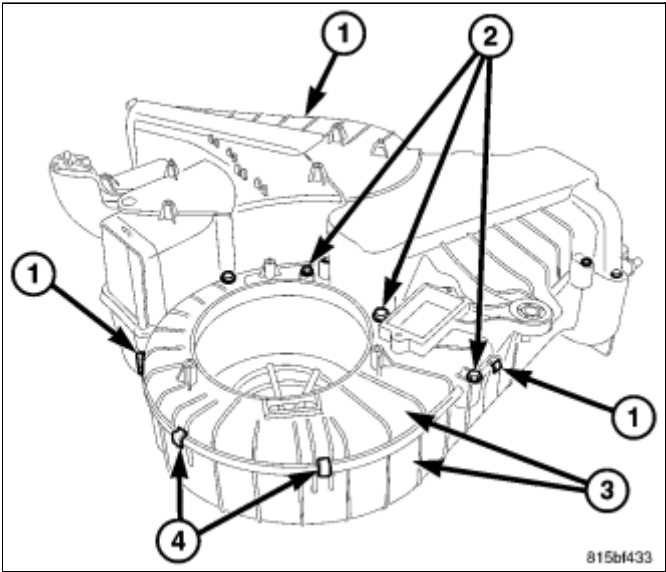

图 4 壳体-后HVAC
13. 拆卸将两半后HVAC壳体固定在一起的十五个螺钉和三个金属固定夹子(图 4)。